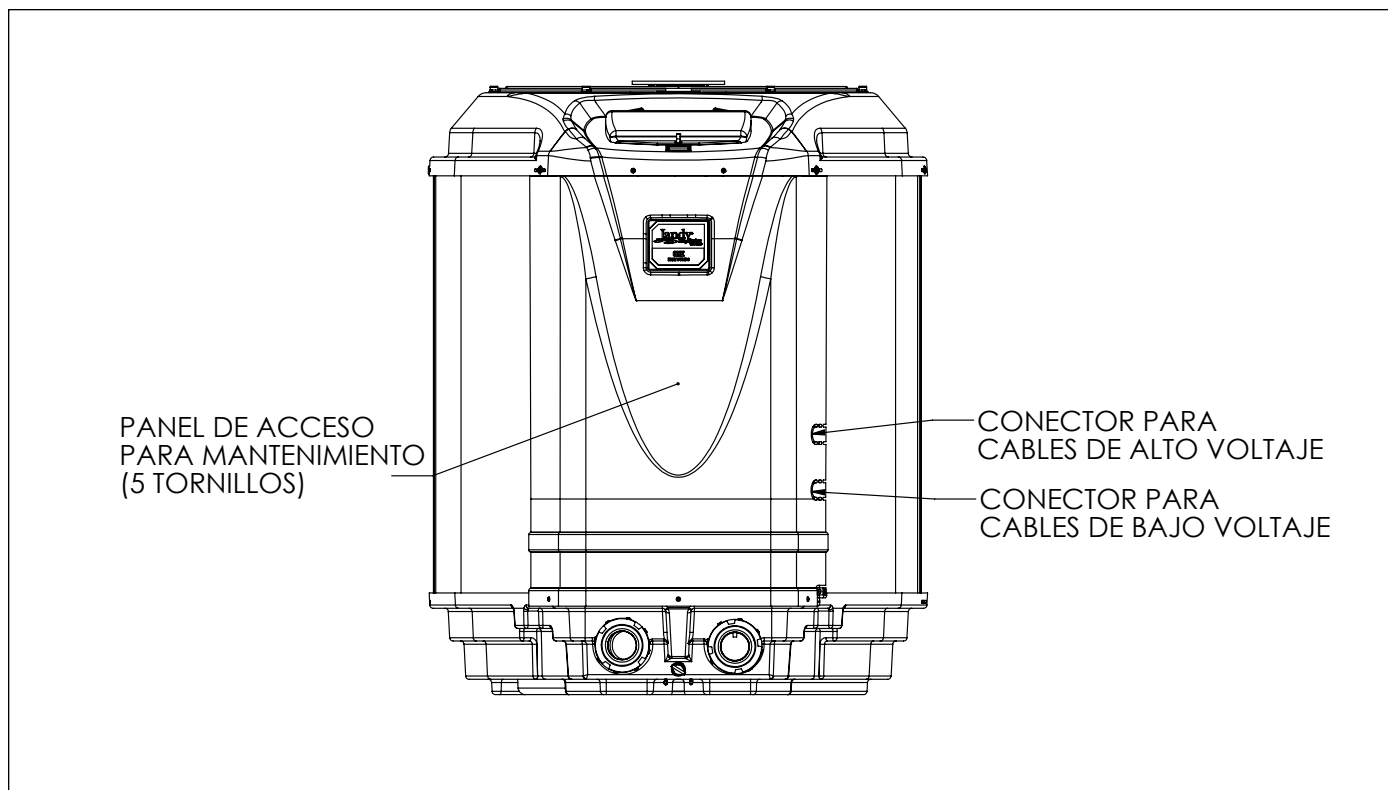

Figura 10. Vista delantera de la bomba de calor Jandy Pro serie JE
2. Retire los cinco (5) tornillos que sujetan el panel de servicio/acceso a la unidad de la bomba de calor (vea la Figura 10).
4. Las líneas de suministro eléctrico deben tenderse a través de conductos impermeables. Coloque los cables y el conducto por el disco removible designado para alto voltaje en el lado derecho de la bomba de calor. Conecte a la parte inferior de la caja terminal de metal laminado. Vea la Figura 10 para conocer la ubicación del disco removible.
2. Retire los tornillos que sujetan el panel de servicio/acceso a la unidad de la bomba de calor y la cubierta de la caja terminal (vea la Figura 10).
3. Tienda los cables desde el sistema de control de la piscina/spa en la conexión del conducto etiquetada "Conexión de Bajo Voltaje", que se ubica en el lado inferior derecho de la bomba de calor (vea la Figura 10).
Retire los tornillos que sujetan el panel de servicio/ acceso a la unidad de la bomba de calor y la cubierta de la caja terminal (vea la Figura 10).
3. Tienda los cables desde el sistema de control de la piscina/spa en la conexión del conducto etiquetada “Conexión de Bajo Voltaje”, que se ubica en el lado inferior derecho de la bomba de calor (vea la Figura 10).
2. Retire los cinco (5) tornillos que sujetan el panel frontal a la bomba de calor y retire la cubierta de la caja terminal. Véase la Figura 10.
3. Extienda cuatro (4) cables de cobre sólido de 22 AWG en el conducto etiquetado “Conexión de Bajo Voltaje” que se ubica en el lado inferior derecho de la bomba de calor. Véase la Figura 10. Los cables pueden tener hasta 300 pies (91,4 m) de longitud.